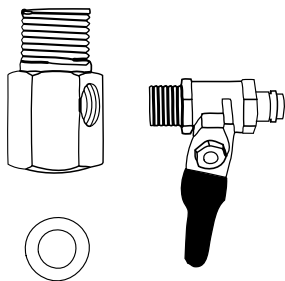

Рис. 7
2.1. Соберите узел подачи воды путем соединения крана подачи воды с тройником, как показано на **рис. 7**.